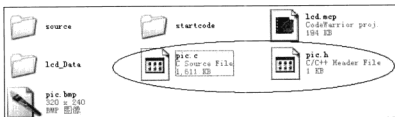

图 13-29 生成的 pic.h 和 pic.c 文件
(3) 单击“转换”按钮，即可在 pic.bmp 所在文件夹下生成对应的 C 语言数组文件 pic.h 和 pic.c 文件，如图 13-29 所示。